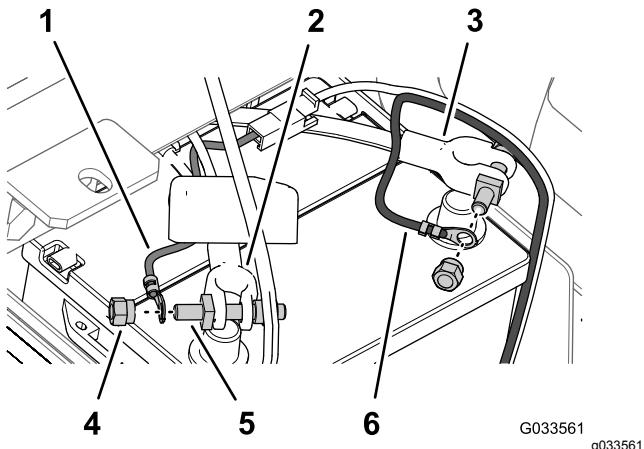

Figura 31
6. Aline o terminal de anel da ligação do fusível (cablagem do pulverizador) ao borne do parafuso terminal que montou no cabo positivo da bateria com uma porca de fixação (Figura 31).
7. Prenda o terminal de anel do cabo negativo (preto – cablagem do pulverizador) ao borne de parafuso terminal que montou no cabo negativo da bateria com uma porca de fixação (Figura 31).